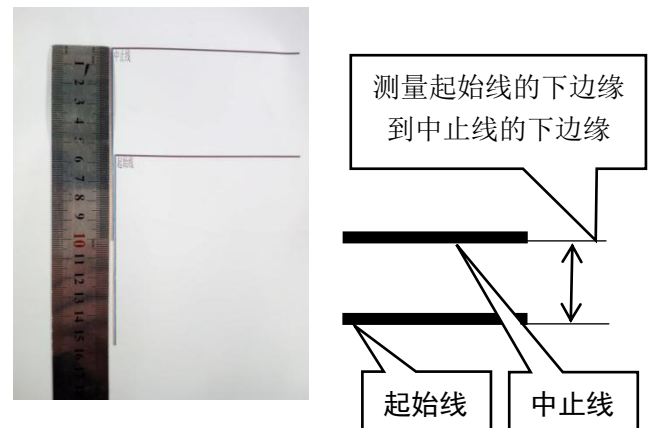

图 8.17 打印出来的测试条
2.3.1 选择“步进校准-->准备”，单击“打印”，打印机会打印出一段“测试条”，如图 8.17 所示。用格尺测量起始线的下边缘到中止线的下边缘之间的间距（或起始线的上边缘到中止线的上边缘），填入“距离（mm）”中，并点击“应用”。